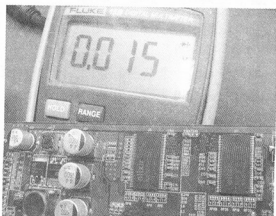

图 5-59 显存短路
(6) 量排阻靠近显存的一端，值更小，说明是显存短路，如图 5-59 所示。